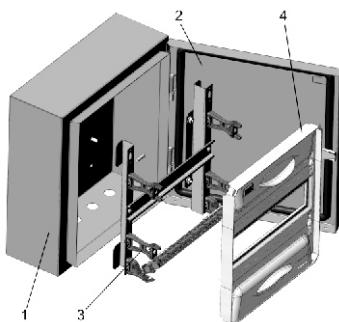

Рисунок 1 – Состав изделия
Корпус металлический ШРн серии PRO (рисунок 1) конструктивно состоит из оболочки (1) с открываемойся дверью (2), монтажной рамы (3) и оперативной панели (4).